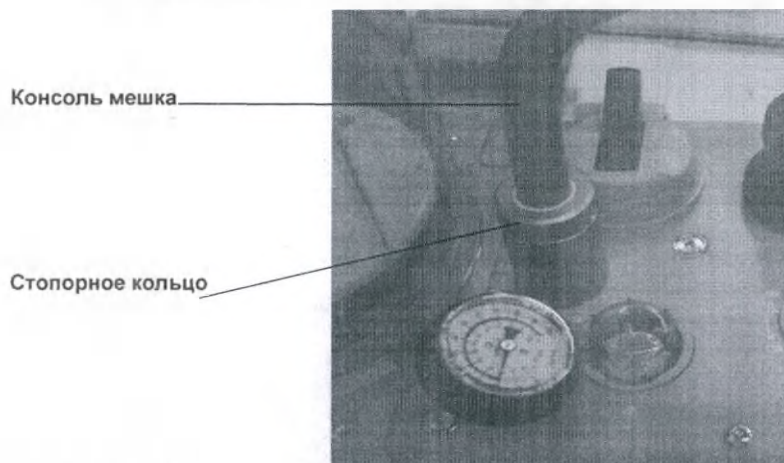

РИСУНОК 7-16 Извлечение консоли мешка
1. Найдите стопорное кольцо в основании консоли мешка. Поверните кольцо против часовой стрелки, пока оно не снимется с резьбы. Извлеките консоль мешка из блока дыхательного контура (см. РИС. 7-16).